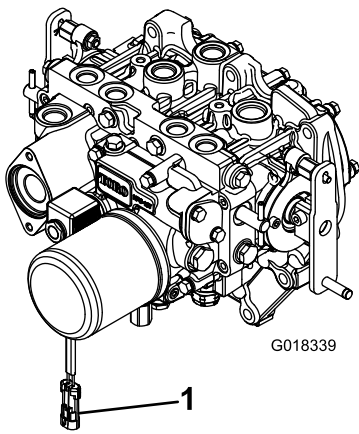

图3
2. 将线束接头从 PTO 螺线圈阀门线圈连接器断开 图3。
- 在将驱动轴的另一端连接到附件齿轮箱轴上之后应将线束接头连接至 PTO 螺线圈阀门线圈连接器图3。